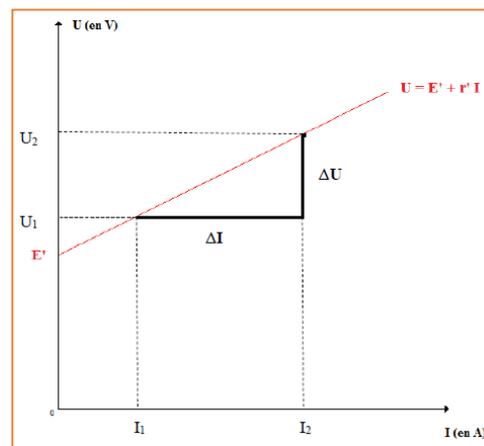

Figure 11 : Caractéristique intensité-tension d'un récepteur
- ❖ Tracé de la caractéristique (figure 11)